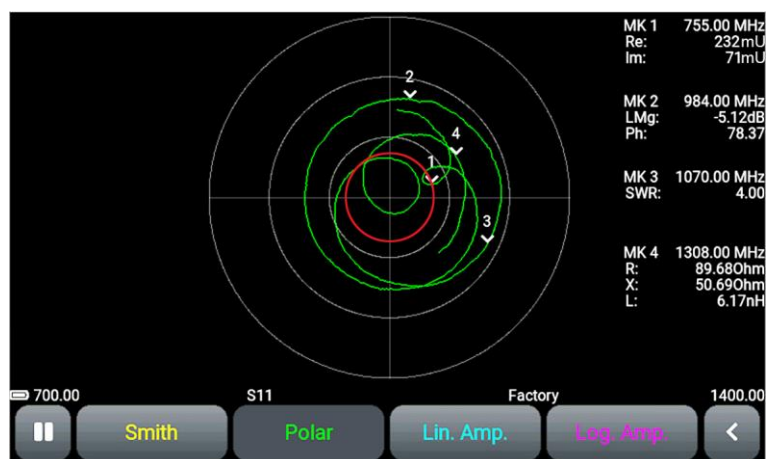

Рисунок 10.2 – Полярная диаграмма
10.2.1. Полярная диаграмма предназначена для отображения комплексного коэффициента отражения в двумерной системе координат (Рисунок 10.2). Диаграмма аналогична диаграмме Вольперта-Смита, но её масштабная сетка приведена к определённым значениям КСВ – 2; 5.